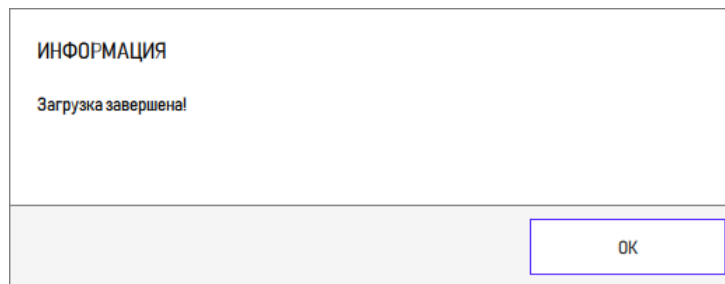

Рисунок 9 – Вид информационного окна после окончания загрузки значений по умолчанию
4) По завершении загрузки выводится информационное сообщение с информацией об успешной загрузке (рисунок 9).